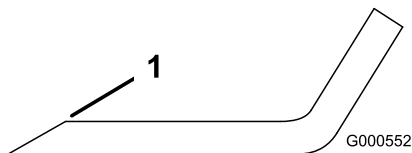

Figura 57
- Utilice una lima para afilar el filo de corte en ambos extremos de la cuchilla (Figura 57).
Nota: Si la cuchilla no está equilibrada, rebaje algo el metal en la parte de la vela solamente (Figura 57).